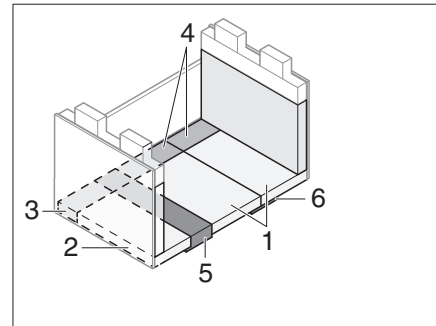

Fig. 209 Después de la transformación
- Colocar cojín del asiento, cojín del respaldo y cojín adicional como se muestra en Fig. 209.
-  ▷ Para lograr un mayor confort de reposo, se puede quitar el relleno del cojín del respaldo (Fig. 209,2).